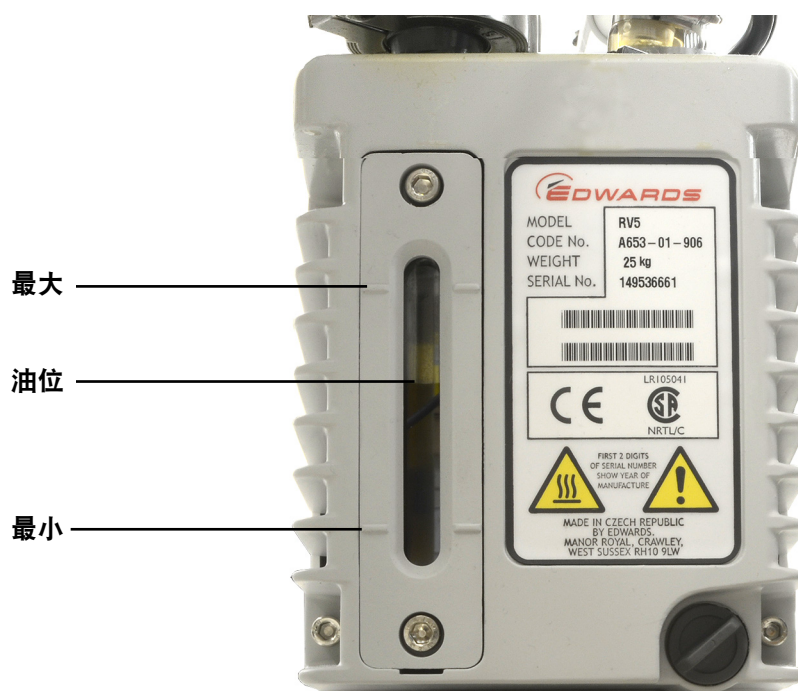

图 12 检查油位
- 4 添加新泵油，直到油位接近但不超过油位窗口旁的最大值标记。请参见第 73 页上的图 12。
- 6 添加新泵油，直到油位接近但不超过油位窗口旁的最大值标记。请参见第 73 页上的图 12。